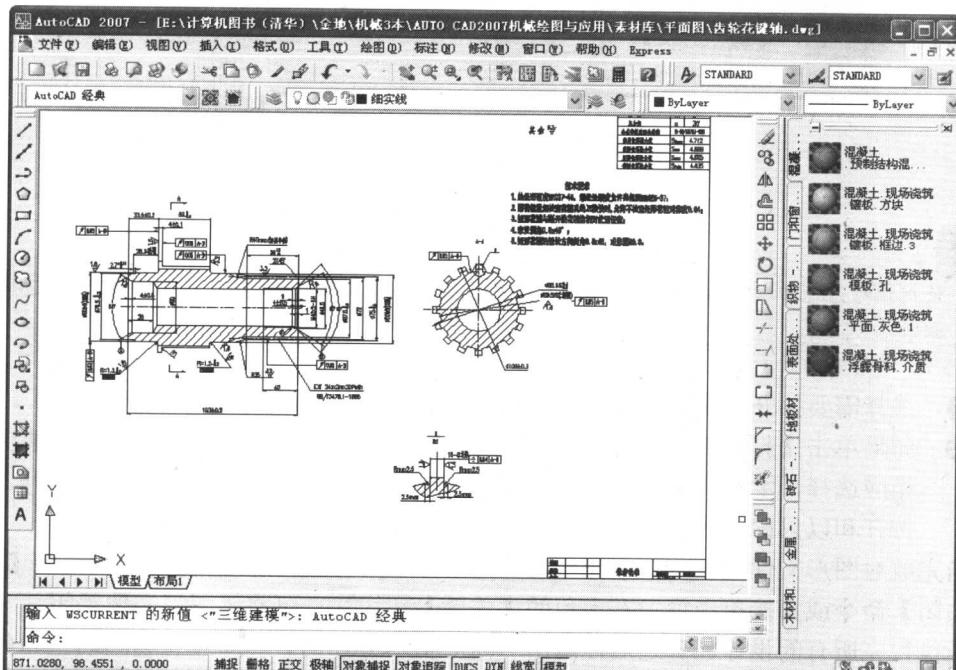

图 1-7 打开已经绘制好的图形文件
- ③ 选择已经绘制好的图形文件齿轮花键轴.dwg 之后，单击【打开】按钮，打开如图 1-7 所示的文件。
- ④ 选择【文件】→【另存为】命令，在打开的【图形另存为】对话框中更改文件名，或选择任意路径保存。